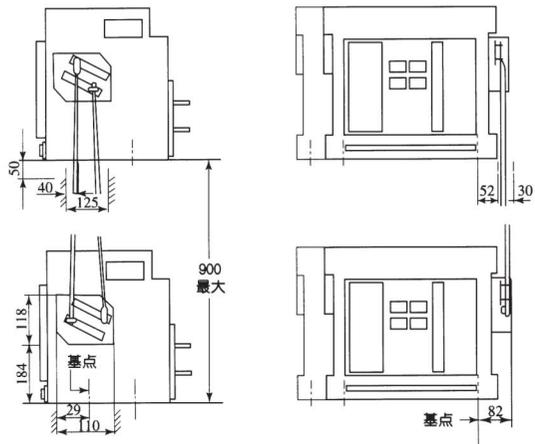
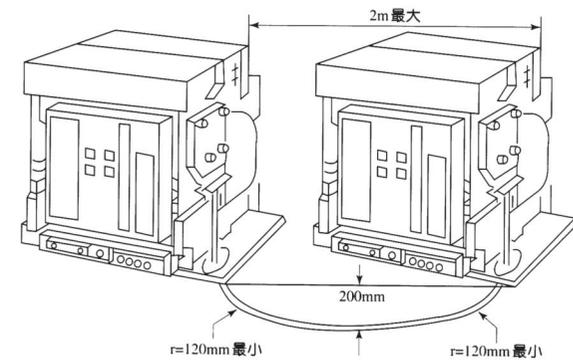

图19
图21
6.2.1 联锁机构安装在断路器的右侧板上，垂直方向放置的断路器用连杆实现联锁见图19，水平方向放置的断路器用钢缆绳实现联锁见图21，当其中一台断路器处于合闸状态时，则另一台就无法合闸，联锁机构由用户安装。
7.9 安全间距(最小距离)见图21及表13。